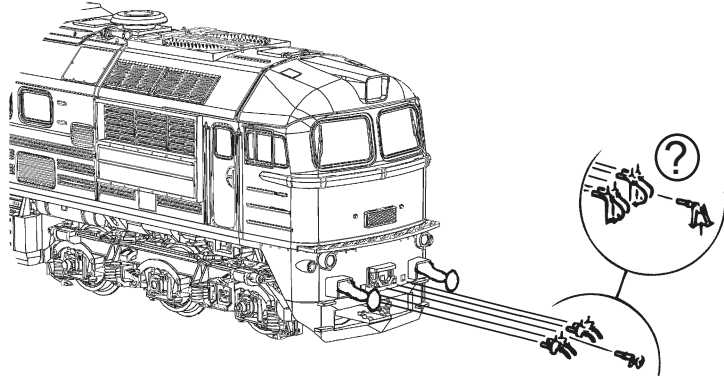

Fig. 4
**3. Haftreifenwechsel:** Zuerst den Getriebedeckel abnehmen (Fig. 4). Danach den **Radsatz** herausnehmen und die **Haftreifen** mit einer Nadel od. mit einem feinen Schraubendreher abziehen (Fig. 6). Beim Aufziehen der neuen Haftreifen darauf achten, dass diese sich nicht verdrehen.
**3. Change of traction tyre:** Remove the gear cover (fig. 4). Take out **wheel set** and remove **traction tyre** using a pin or a fine screwdriver (fig. 6). When pressing on the new traction tyre please **avoid twisting it**.
**3. Échange des bandages d'adhérence:** Démontez d'abord **le couvercle du carter des engrenages** des en-grenages (fig. 4). Délogez ensuite les essieux ban-dagées et enlevez, à l'aide d'une aiguille ou d'un tourne-vis fin, les bandages d'adhérence (fig. 6). Lors du montage des nouveaux bandages veuillez veiller à ce que les bandages **ne soient pas tor-dués**.